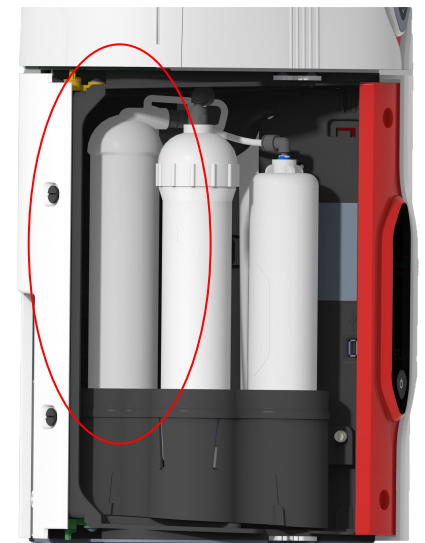

Fig. 2
10.5 Sustitución del módulo RO (LC322) (Fig. 2).